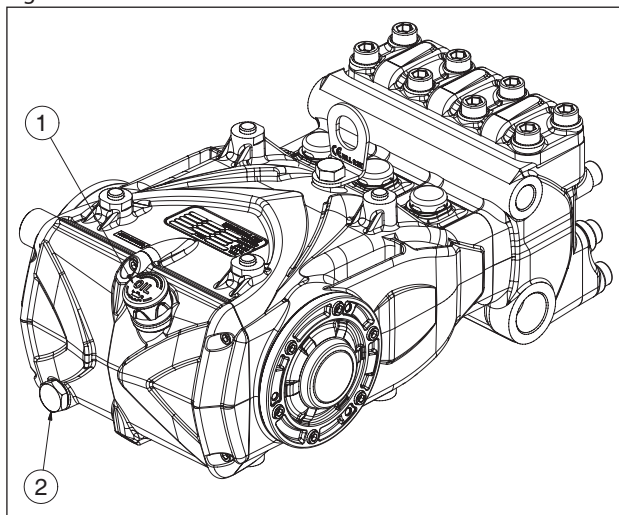

Fig. 1
Las operaciones de reparación de la parte mecánica deben ser realizadas después de haber retirado todo el aceite del cárter. Para vaciar el aceite, es necesario quitar el tapón de carga de aceite pos. ① y a continuación el tapón de descarga pos. ②, Fig. 1.